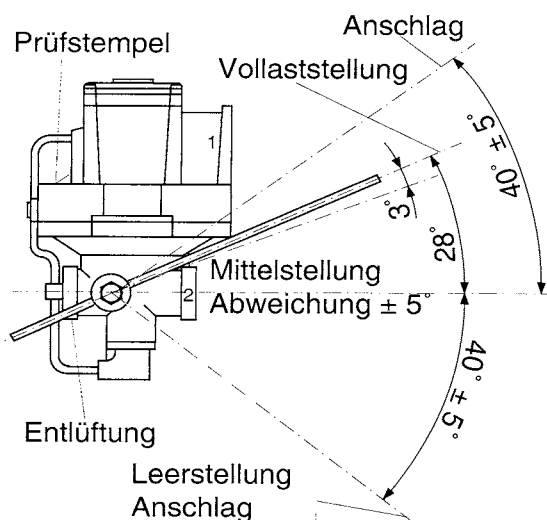

Abb. 1
- 2.1 Den Betätigungshebel von Anschlag zu Anschlag bewegen (siehe Abb. 1).
- 2.2 Der Betätigungshebel muß aus der Mittelstellung (0°) heraus einen Weg in Richtung "Vollast" von  $40^\circ \pm 5^\circ$  und in Richtung "Leer" von  $40^\circ \pm 5^\circ$  erreichen (siehe Abb. 1).